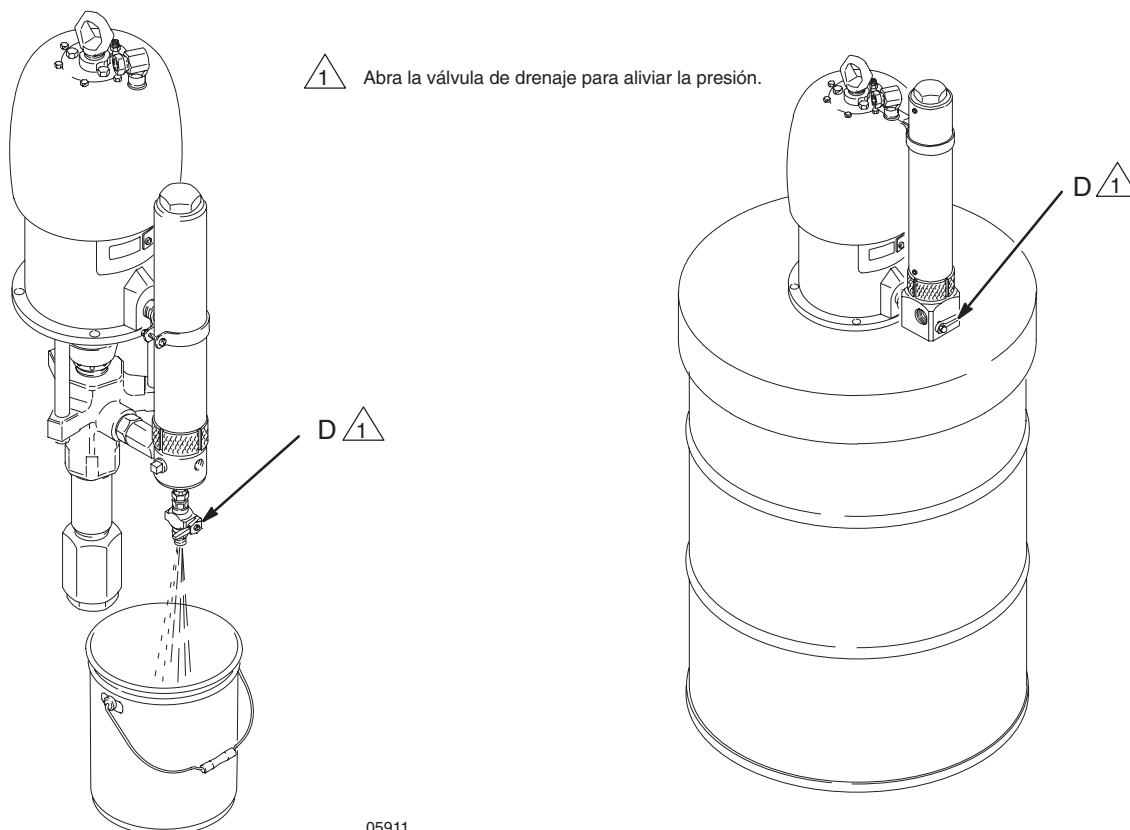

Fig. 3
Si no nota una pulsación excesiva en la pistola de pulverización, dispare la pistola para aliviar la presión y abra la válvula de drenaje (D) de la parte inferior de la cámara de compensación. Vea la Fig. 3. Tras drenar la cámara, cierre la válvula de drenaje y reanude el funcionamiento.